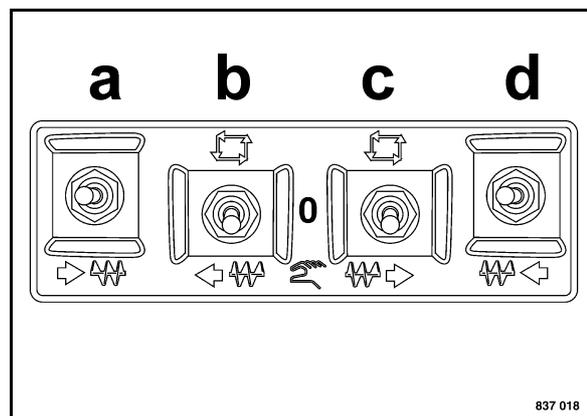

Fig. 99
- Attivare il funzionamento "Automatico" per la coclea sinistra b (Fig. 99) e destra (c).